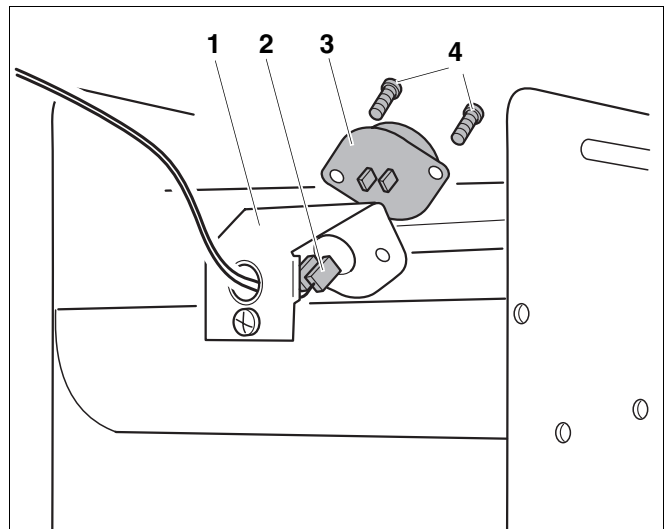

Fig. 7 Remplacer la sonde des gaz de fumées
- Dévisser le support (fig. 7, pos. 1) de la protection d'écoulement.
- Retirer la fiche (fig. 7, pos. 2) de la sonde des gaz de fumées (fig. 7, pos. 3).
- Dévisser deux vis (fig. 7, pos. 4).